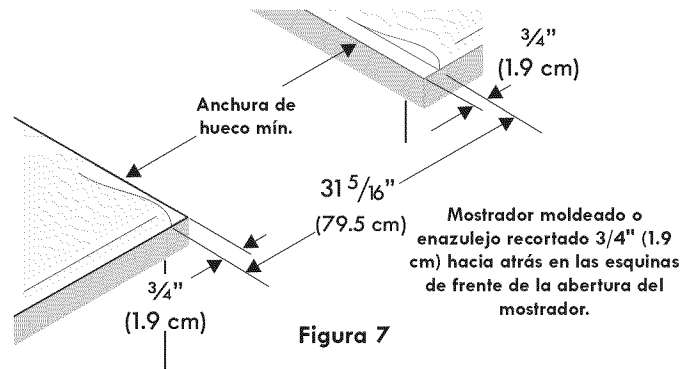

Figura 7
- **Los mostradores enazulejos** deberán necesitar un recorte de 3/4" (1.9 cm) a partir de cada extremidad y/o un borde redondeado aplanado (Figura 7).